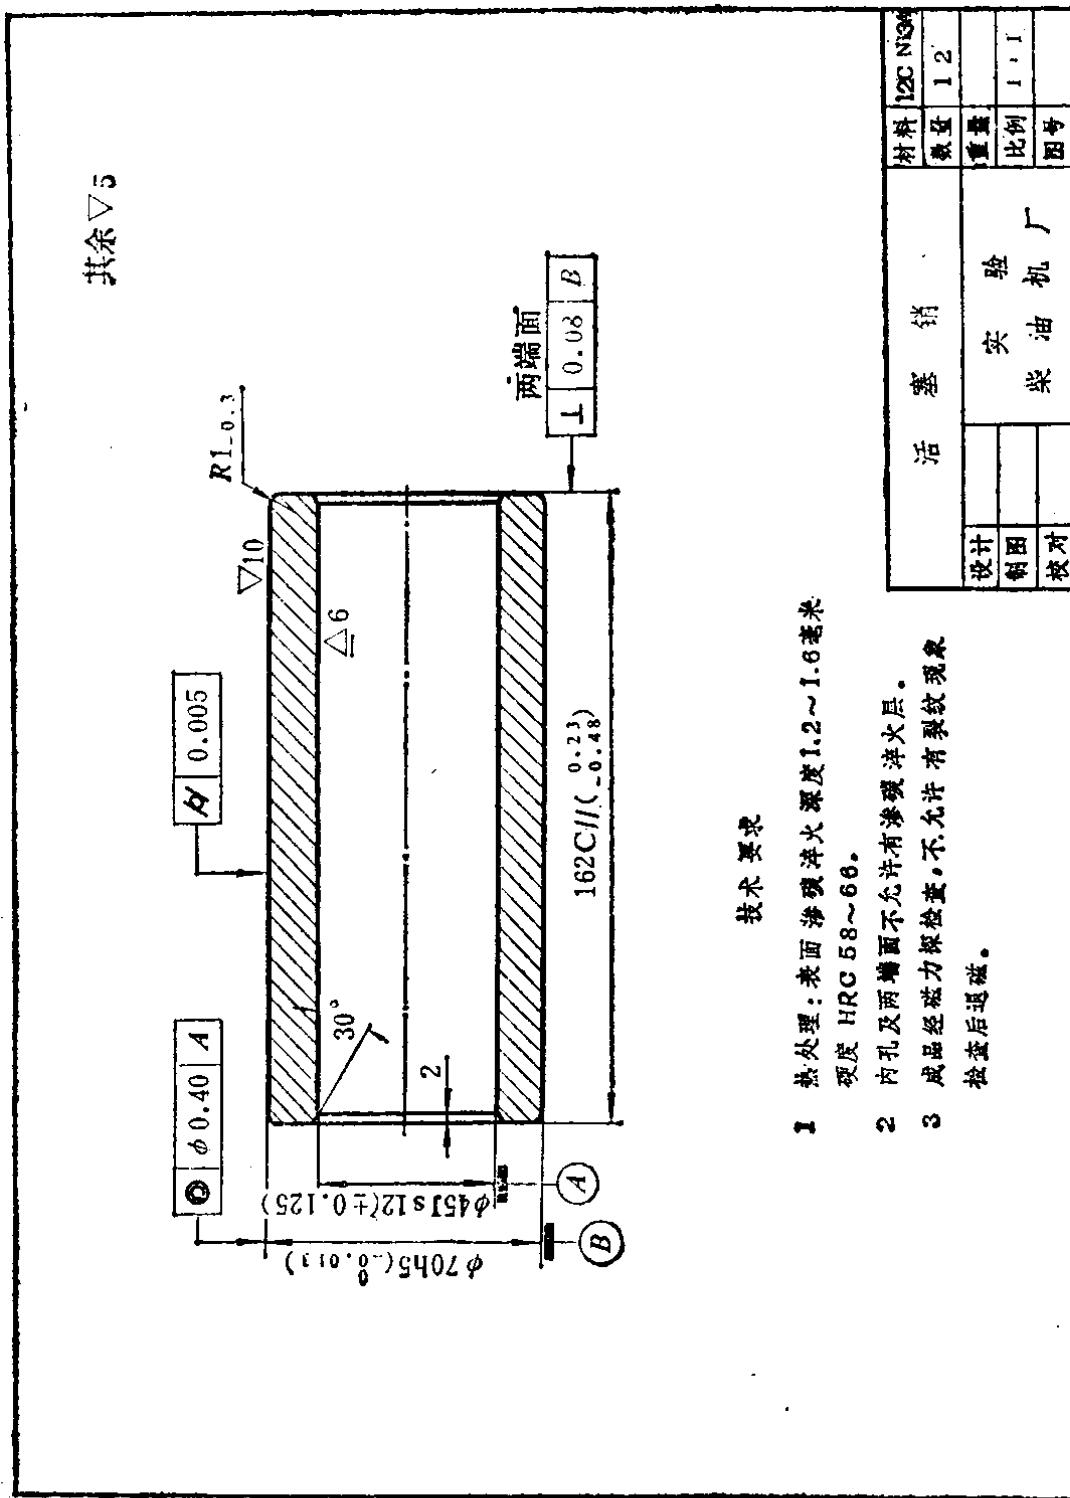

图 1 零件图
（1）零件的加工精度必须符合图样上所提出的要求。加工精度是指零件加工后，所得到的实际尺寸、几何形状及相互位置的准确程度。图样上对加工精度的要求，是由设计者根据该零件的功能需要提出的，并按照国家标准规定，确切地标注在零件工作图上（图1）。
① 尺寸精度：是指零件加工后，所得到的实际尺寸准确程度。它是由图样中给出的尺寸公差来控制的。如图 1 中所标注的  $\phi 70h5 (-0.018)$ 、 $\phi 45JS12 (\pm 0.125)$ 、 $162C11 (-0.28)$  等，都表示相应尺寸的公差要求。
② 几何形状精度：是指零件加工后，所得到的实际形状，相对其理想形状的准确程度。它是由图样上给出的形状公差来控制的。如图 1 中给出的圆柱度公差 0.005 毫米，它表示对  $\phi 70h5$  圆柱表面的形状精度要求。
③ 相互位置精度：是指零件加工后，所得到的各要素之间实际位置，相对其理想位置的准确程度。它是由图样上给出的位置公差来控制的。如图 1 中给出的垂直度公差 0.08 毫米和同轴度公差  $\phi 0.40$  毫米，分别表示活塞销两端面对  $\phi 70h5$  轴心线间及内外圆柱面轴心线间的相对位置精度要求。
④ 表面光洁度：是指零件表面的微观不平整程度。它是由图样上给出的光洁度符号的要求来控制的。如图 1 中给出的  $\nabla 10$ 、 $\nabla 6$  及  $\nabla 5$  等，其分别表示对外圆表面、内孔表面及其它所有表面的光洁度要求。
(2) 零件的材质和热处理状况，必须符合图样上所给定的要求。如图 1 所示活塞销，该零件必须采用 12CrNi3A 合金钢材料制造，并经渗碳淬火处理，以保证其具有足够的机械性能，才能满足互换要求。